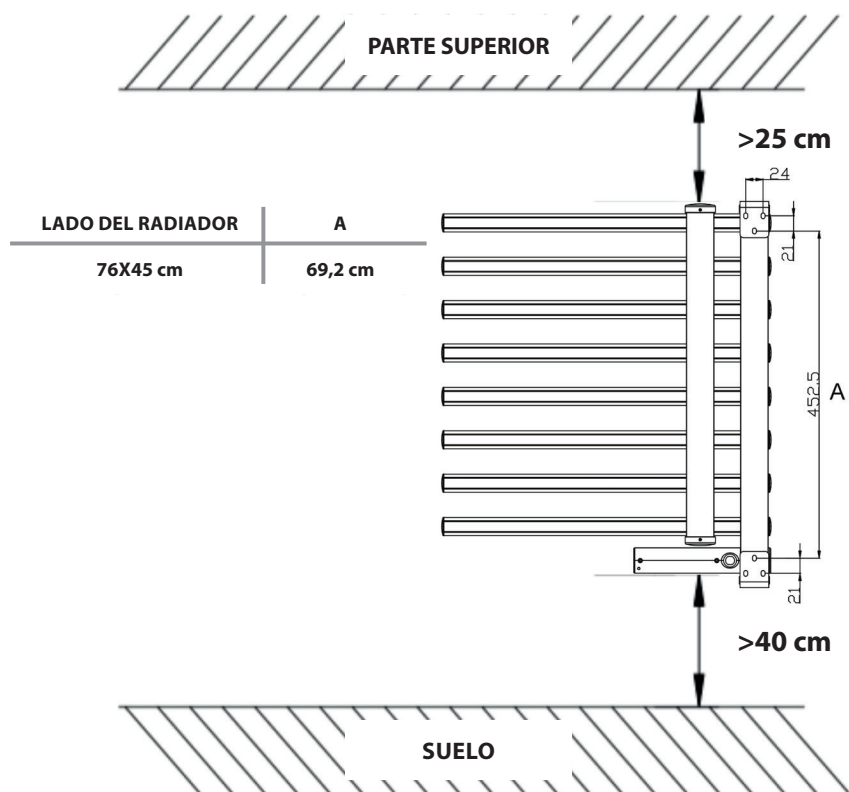

Fig2
1. Taladre 4 orificios de Ø8 mm según las dimensiones mostradas en la Fig. 2.